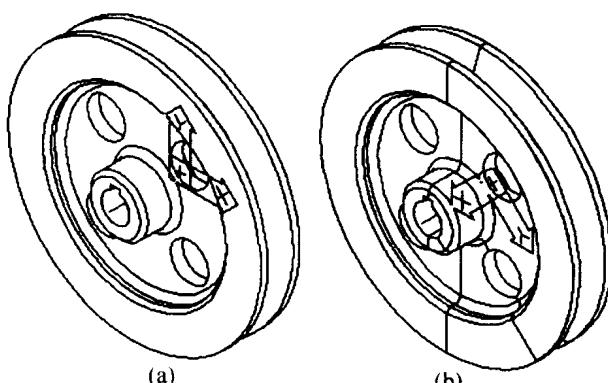

图 1-6
5. 执行布尔“差”运算(SUBTRACT), 显示 UCS 图标, 选择轴测投影(SW), 并执行消隐命令 HIDE, 结果如图 1-6(a)。然后, 执行以下命令, 将皮带轮切割成三块, 如图 1-6(b);